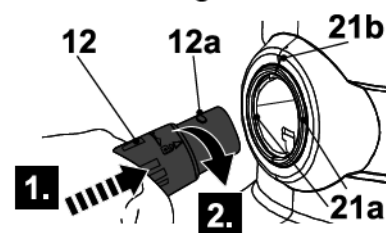

Fig. 7
- > Coloque el conector de manguera (12) en el punto de fijación de la salida de aire (21) y fije los pines (12a) en las ranuras (21a) girando el conector de la manguera (12) en el sentido de las agujas del reloj (Fig. 7). Asegúrese de que la flecha indicadora (21b) esté alineada con el conector de manguera (12) (Fig. 7).